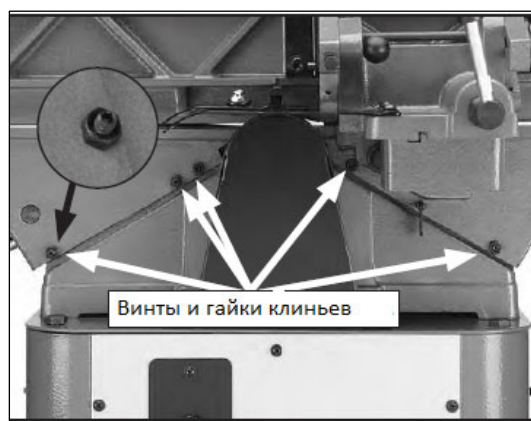

Рисунок 70.
- При помощи гаечного ключа 10 мм, ослабьте три гайки клина стола подачи сзади основания фуговального станка (рис. 70).